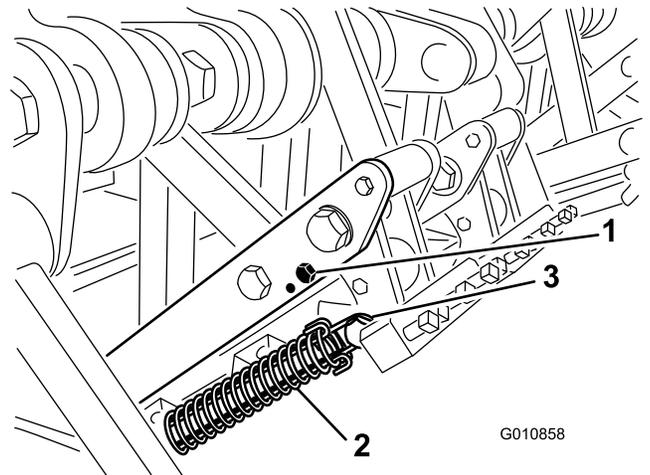

図 28
3. タイン・ヘッドにかかっているスプリングのテンションを解除する（図 28）。
4. リンク・アームからバンパー・ボルトとバンパーを外し、これらをもう一方の調整穴に差し込む（図 28）。